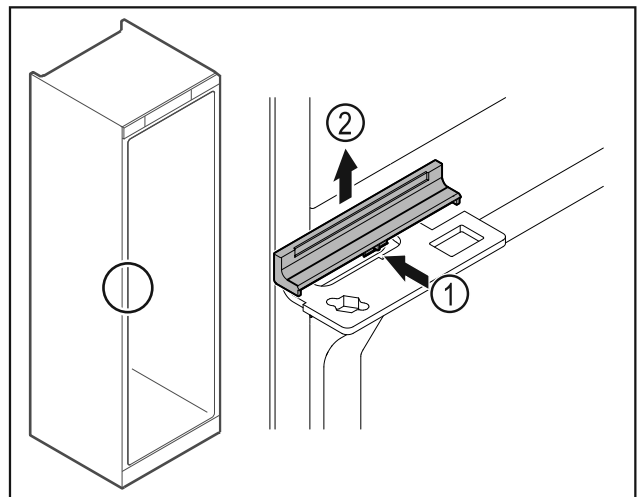

Fig. 43
- Premere leggermente la copertura Fig. 43 (1) al centro e rimuoverla sollevandola verso l'alto Fig. 43 (2).